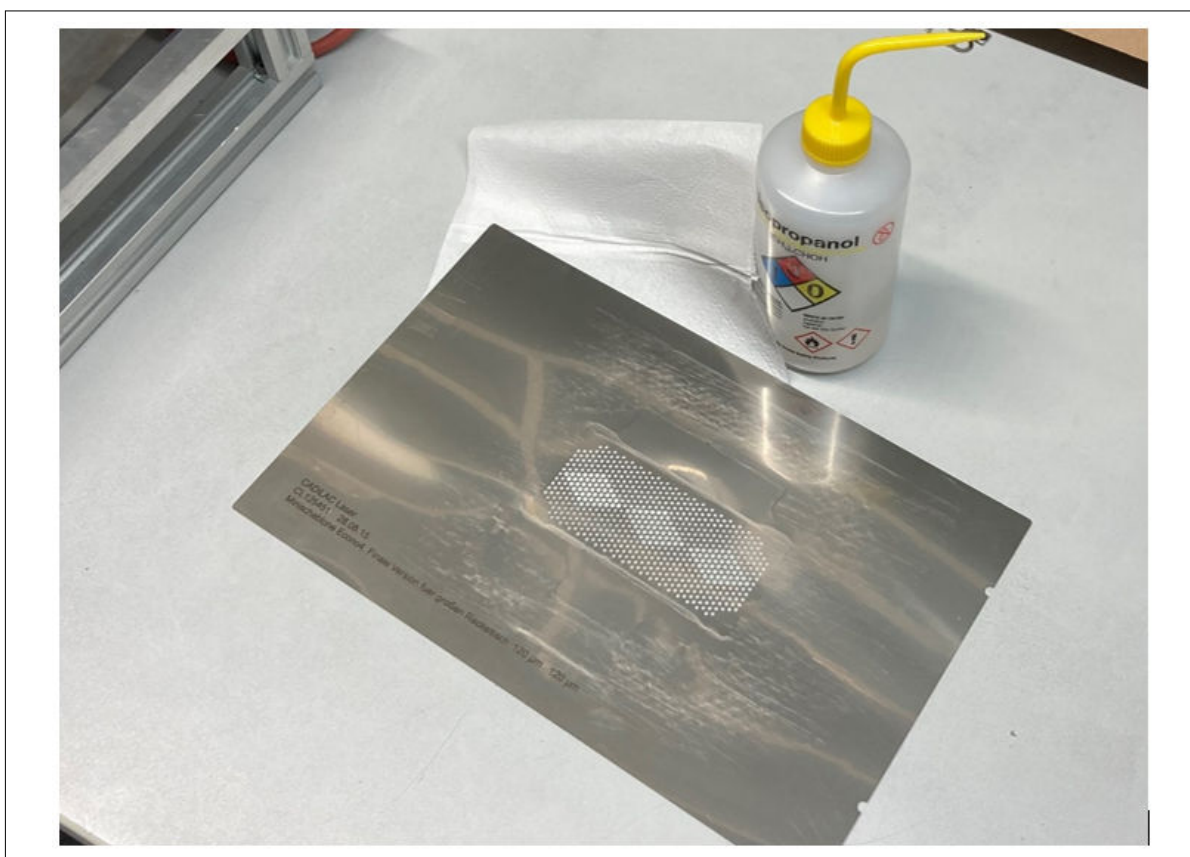

図 3 スクリーン印刷テンプレートのクリーニング
1. 図 3 に従い、イソプロピルアルコールまたはエチレンアルコールを使って、ヒートシンクやテンプレートの汚れおよび残留物を除去してください。